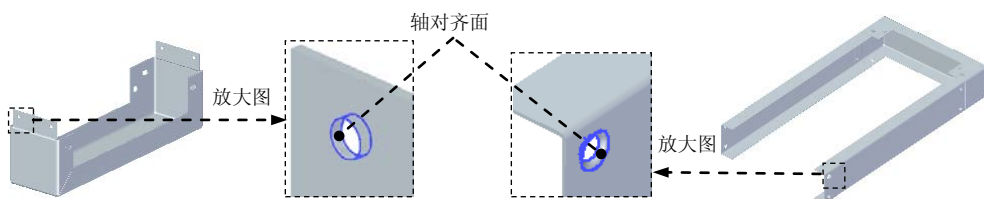

图 8.13.292 轴对齐面
(2) 单击“相关”区域中的  命令, 选取图 8.13.292 所示的两个钣金件上要配合的面。